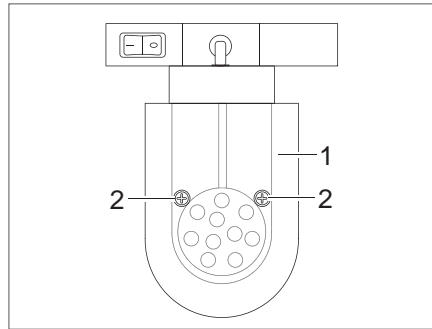

Fig. 276 Spot DEL (coulissant)
- Desserrer les vis de fixation (Fig. 276,2).
- Retirer prudemment le verre de lampe (Fig. 276,1).